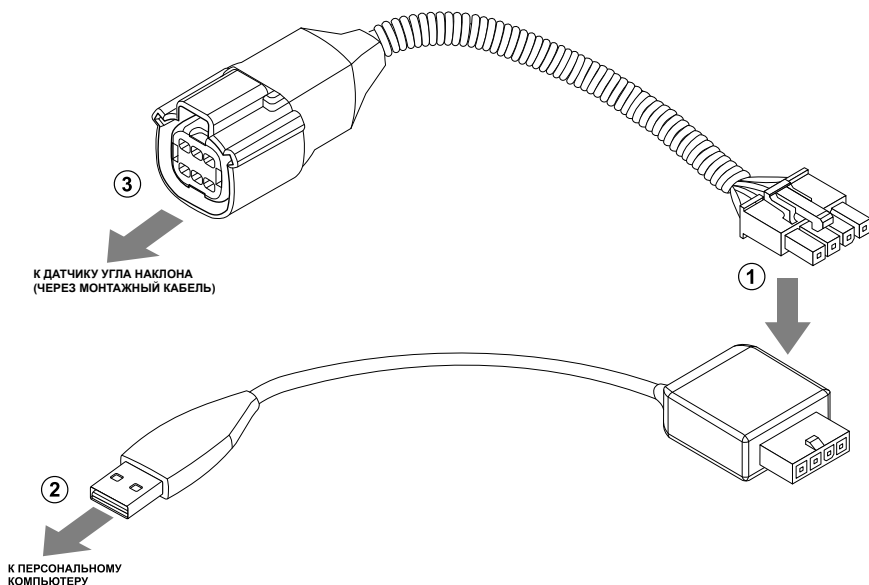

Рис.3. Подключение датчика к ПК.
- подключите четырехконтактный разъем преобразователя «TKLS-Prog-485» к четырехконтактному разъему переходного кабеля (Рис.3, п.1);
- подключите USB разъем преобразователя к ПК (Рис.3, п.2);
- подключить другой конец переходного кабеля (Рис.3, п.3):